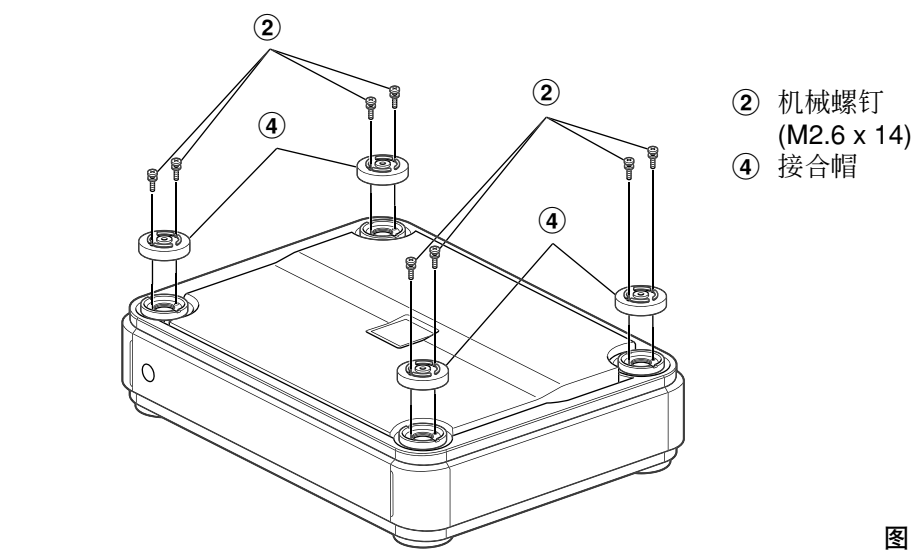

图 3
- 机械螺钉 (M2.6 x 14，参照左图 3 中②) 8
- 接合帽 (参照左图 3/4 中④) 4
2. 用两个机械螺钉（M2.6 x 14，附带）将四个接合帽安装在第一装置的四个角。请参考图 3。